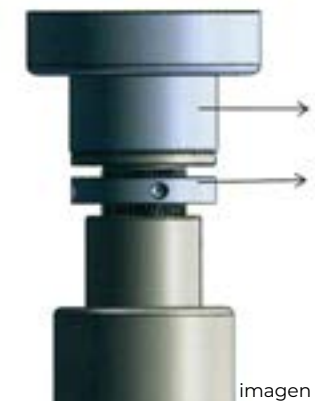

imagen 1
Según la "imagen 1", afloje la parte **No. 2** de la varilla de ajuste hacia la derecha. Para la parte **No. 1** de la varilla de ajuste, hacia la izquierda es hacia abajo, hacia la derecha es hacia arriba. Ajuste hasta que la tapa y la cabeza de presión se ajusten bien, finalmente, gire la varilla de ajuste (2) hacia la izquierda para apretarla. En caso de tapas iguales pero latas diferentes, el soporte inferior se puede reemplazar según el tipo de lata.